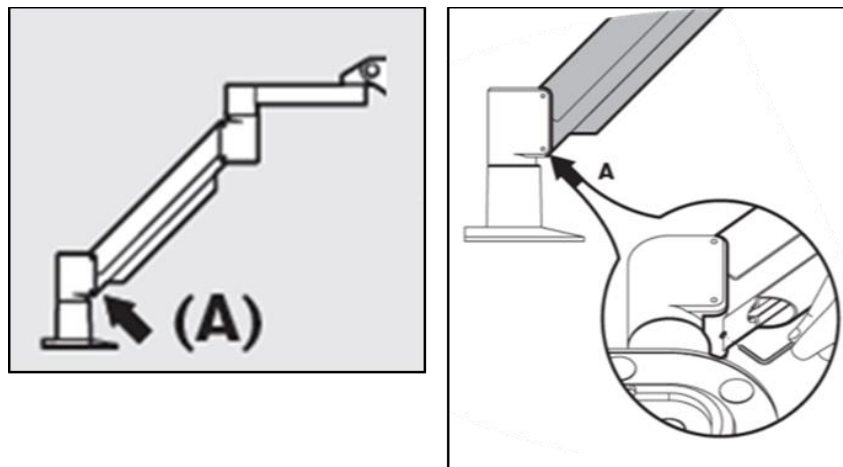

Abbildung 4-5. Schraube A des Gegengewichts lösen
- Falls der Arm nach unten sinkt, heben Sie den Arm bis zum oberen Anschlag an und lösen Sie Schraube A des Gegengewichts mit mindestens einer halben Umdrehung der Schraube. Verwenden Sie einen 3/32-Inbusschlüssel. Siehe Abbildung 4-5.
- Heben Sie den Arm in die höchste Position und ziehen Sie **Schraube A des Gegengewichts** bis zum Anschlag an. Ziehen Sie die Schraube dann mit einer maximal Halb- bis Dreiviertel-Umdrehung fest. Siehe Abbildung 4-5.